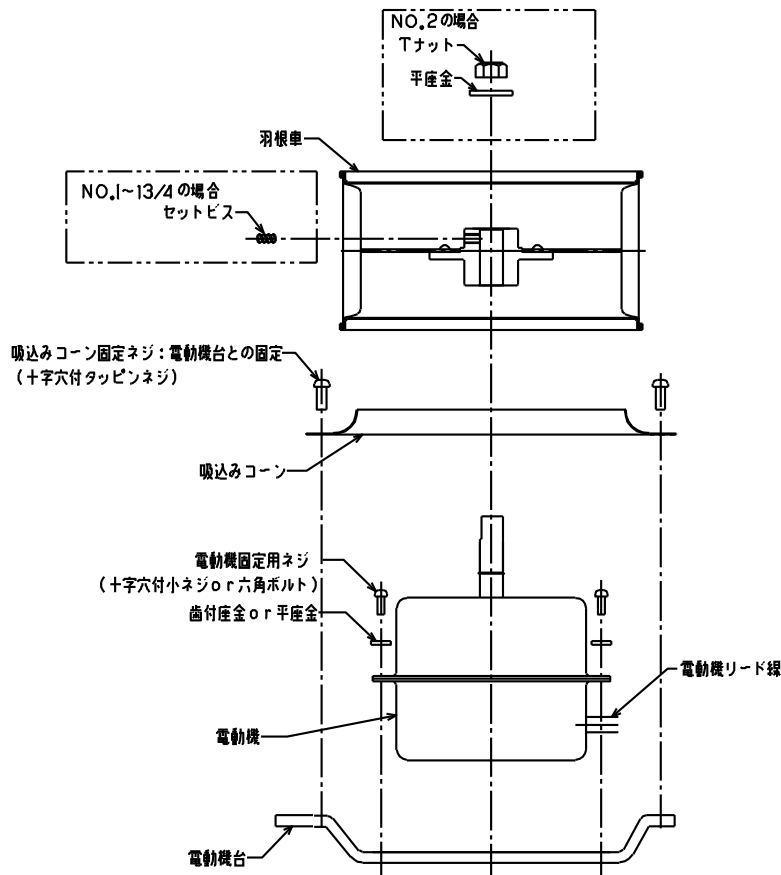

図9 内蔵ファン分解図
…図9参照（羽根車は、傷つけないように注意してください。）
- (6) 内蔵ファンの電動機を外す場合は、(5)にて羽根車を外し、吸込みコーンを外した状態で、電動機固定用ねじを外してください。…図9参照